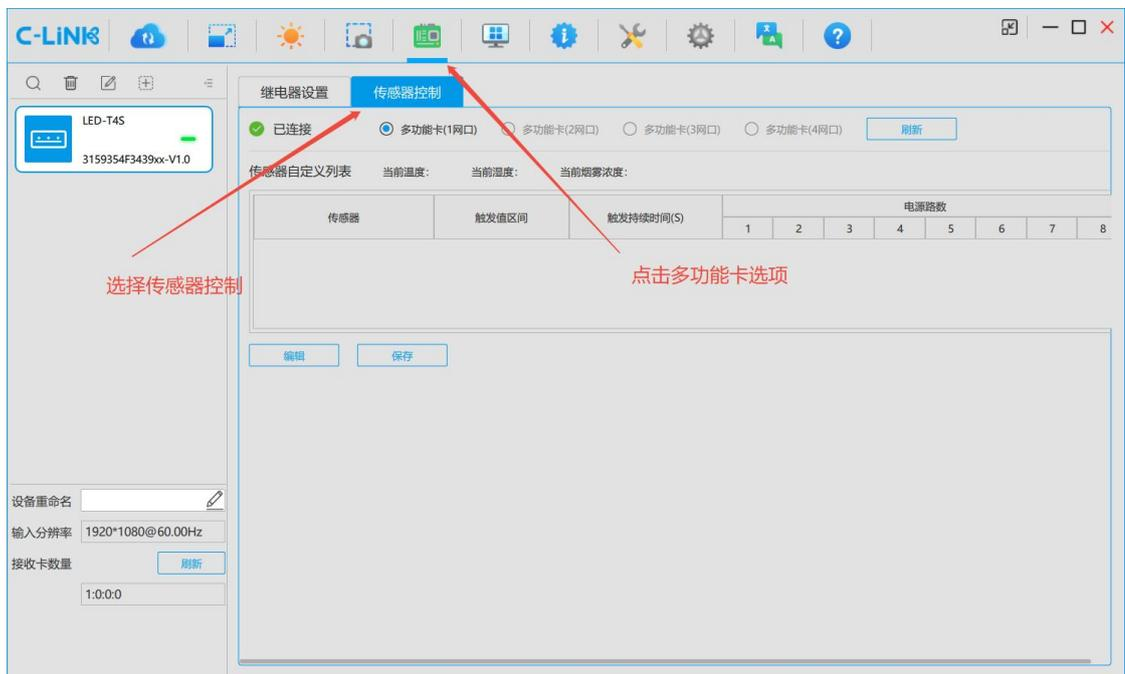

图 11-3 传感器控制
- 步骤 1 在“多功能卡”对话框中，选择“传感器控制”页签，如图 11-3。